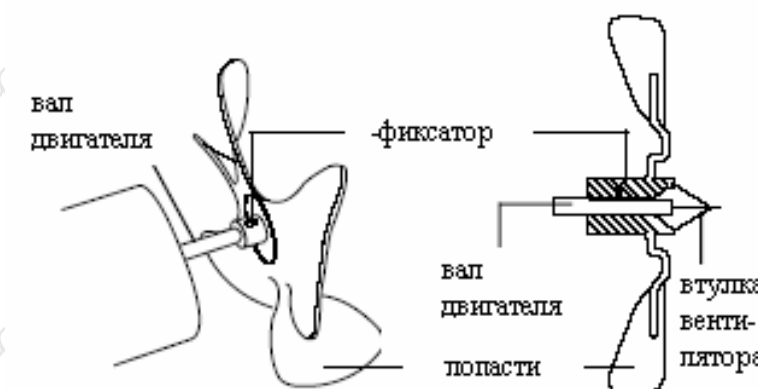

Рис. 17 Поперечный разрез вентилятора
6. Наденьте вентилятор на вал двигателя так, чтобы его втулка была вровень с концом вала двигателя (см. рис. 17).